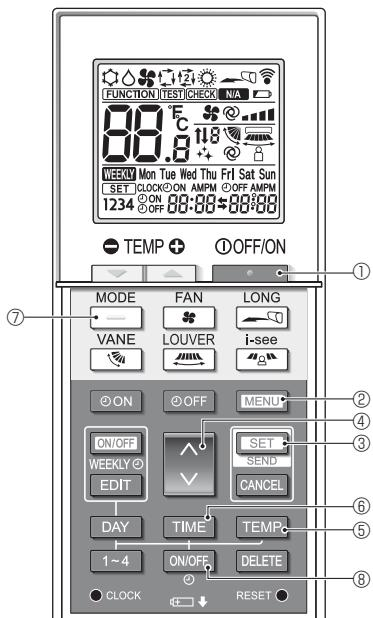
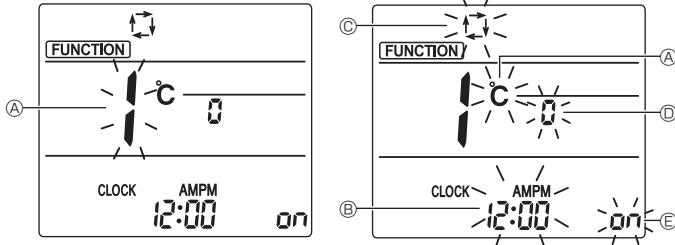

Fig. 4-10
Fig. 4-11
- Drücken Sie die **TEMP**-Taste ①, um die Klimaanlage anzuhalten.
- Drücken Sie die **MENU**-Taste ②.
- Der Funktionseinstellungsbildschirm erscheint und die Funktion Nr. Ⓐ blinkt. (Fig. 4-10)
- Vergewissern Sie sich, dass Funktion Nr. "1" angezeigt wird und drücken Sie die **SET**-Taste ③.
- Der Bildschirmanzeige-Einstellungsbildschirm erscheint. (Fig. 4-11)
- Drücken Sie die **DOWN**-Taste ④, um die Funktionsnummer zu ändern.
4.12.2. Ändern der Temperatureinheit (Fig. 4-11 Ⓐ)
- Drücken Sie die **TEMP**-Taste ⑤.
- Mit jedem Drücken der **TEMP**-Taste ⑤ wechselt die Einstellung zwischen **°C** und **°F**.
4.12.3. Ändern der Zeitanzeige (Fig. 4-11 Ⓑ)
- Drücken Sie die **TIME**-Taste ⑥.
- Mit jedem Drücken der **TIME**-Taste ⑥ wechselt die Einstellung zwischen **12:00** und **24:00**.
4.12.4. Ändern des AUTO-Modus (Fig. 4-11 Ⓒ)
- Drücken Sie die **LONG**-Taste ⑦.
- Mit jedem Drücken der **LONG**-Taste ⑦ wechselt die Einstellung zwischen **⌚** und **⌚⌚**.
4.12.5. Ändern von Paar Nr. (Fig. 4-11 Ⓓ)
- Drücken Sie die **UP/DOWN**-Taste ④.
- Mit jedem Drücken der **UP/DOWN**-Taste ④ wechselt die Paarnummer 0–3.
- Drücken Sie die **SET**-Taste ③.
- Die Funktion Nr. Ⓐ blinkt. (Fig. 4-10)